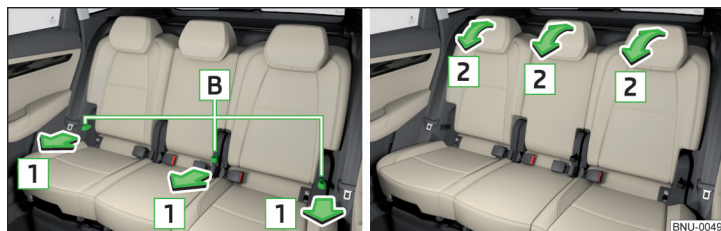

Fig. 88 Ajustar la inclinación del respaldo
- Tirar el lazo **B** en el sentido de la flecha **1** » fig. 88 y presionar los respaldos en el sentido de la flecha **2**. El enclavamiento debe encajar de forma audible.